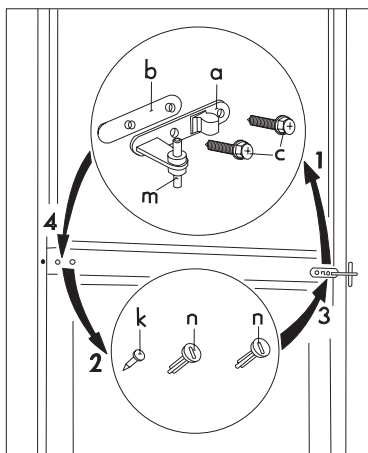

bild 3.
trinnvis fra selve apparatet. Ikke glem å fjerne avstandsstykket i plast (b) fra under dørfestet (fig.3).
- Fjern panelbolten til venstre på det doble dørfestet (3 deler, n, k) og flytt det over til den andre siden (fig. 3).
- Demonter dørens låseelementer (u, v) ved å skru ut skruen (s) (fig. 3).
- Sett bolten for det doble dørfestetet (m) inn i det venstre hullet på døren til fryseren (fig. 3).